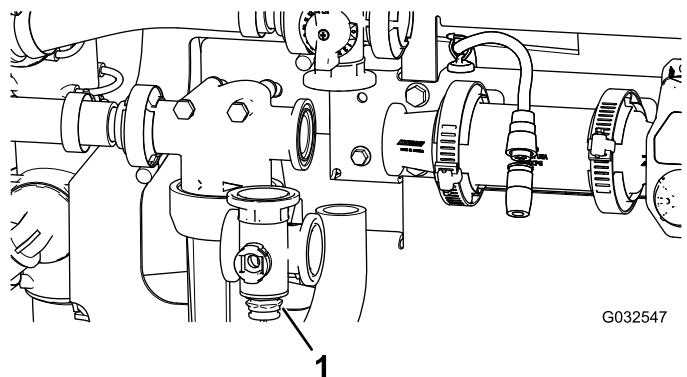

Figura 101
2. Rimuovete il collettore della valvola dell'agitatore dalla macchina (Figura 101).